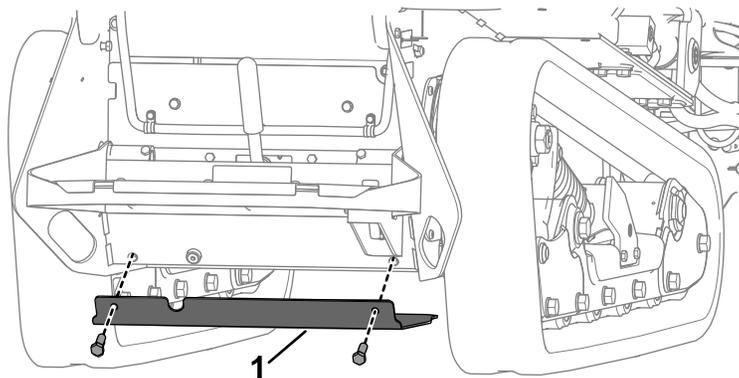

Figura 13
10. Rimuovete la protezione inferiore dal trattorino rimuovendo i 2 bulloni che la fissano in sede (Figura 13).